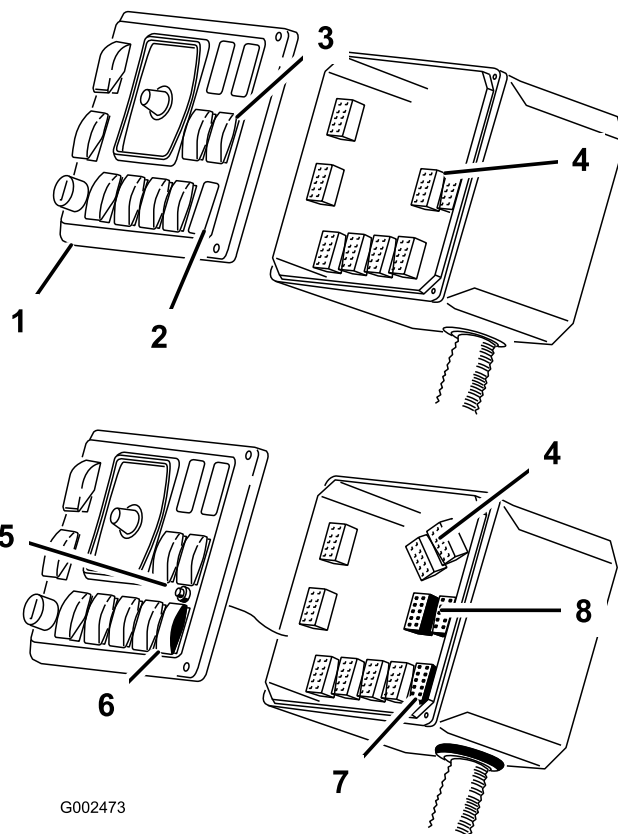

Bild 20
3. Setzen Sie die Anzeigelampe durch die Rückseite des Lochs ein. Befestigen Sie sie mit den beiliegenden Befestigungen an der Frontplatte (Bild 20).
4. Entfernen Sie den Ultraschall-Ausleger-Schalterstecker von der Frontplatte und setzen Sie den Ultraschall-Ausleger-Kippschalter ein (Bild 20).
5. Schließen Sie die Stecker von den Auslegerhubschaltern ab (Bild 20).